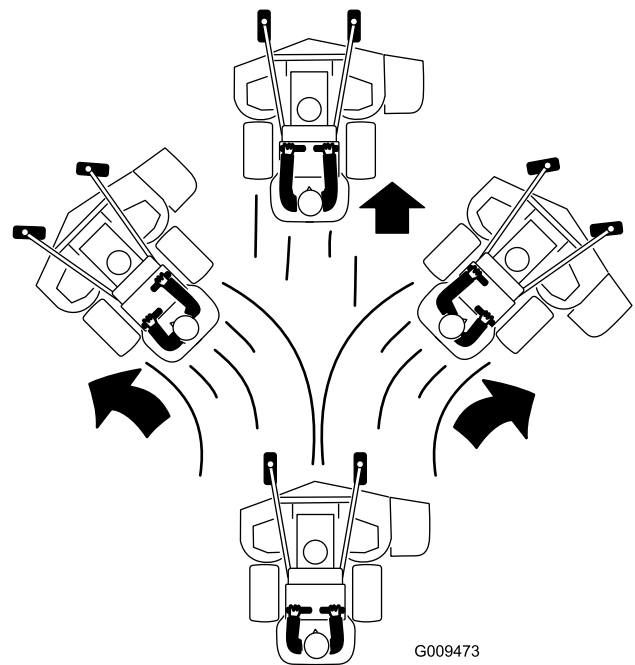

Figura 19
3. Empuje lentamente las palancas de control de movimiento hacia adelante (Figura 19).